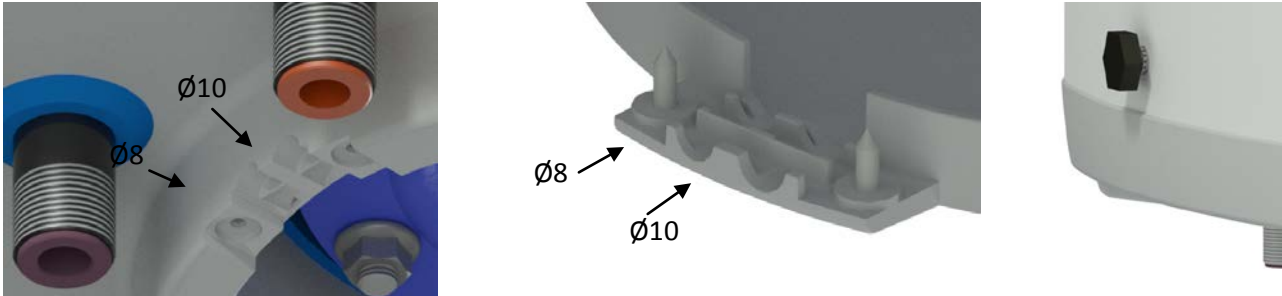
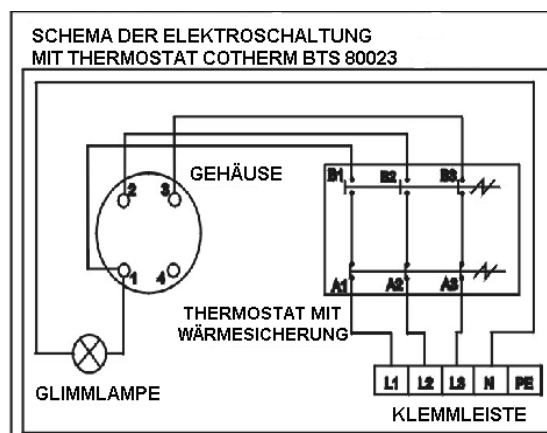

Abbildung 8
Abbildung 9
Der Anschluss ist laut Anschlusschema durchzuführen. Der im Werk vorgenommenen Anschluss darf nicht geändert werden! (Abbildung 8). Die Trennwand in der Abdeckung der Elektroinstallation entfernen, die dem Durchmesser des Zuleitungskabels, also $\phi 8$ oder $\phi 10$ (Abbildung 9) entspricht. Die elektrischen Teile des Warmwasserbereiters haben die Schutzklasse IP 45. Der Leistungsbedarf des elektrischen Körpers beträgt 4000 W.
- Das Schema des Elektroanschlusses ist dem Warmwasserbereiter am Gehäuse der Elektroinstallation (Abbildung 9) beigelegt.